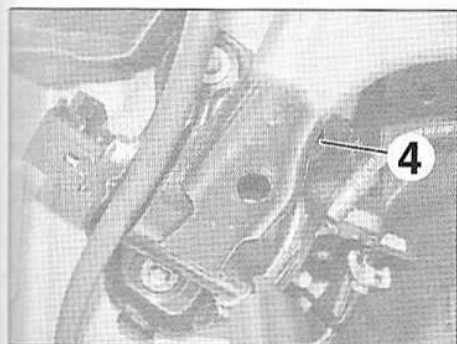

FIG.48
- la vis inférieure (3) de l'amortisseur (comprimer légèrement l'amortisseur),
- la vis intérieure (4) du palier (Fig.48).